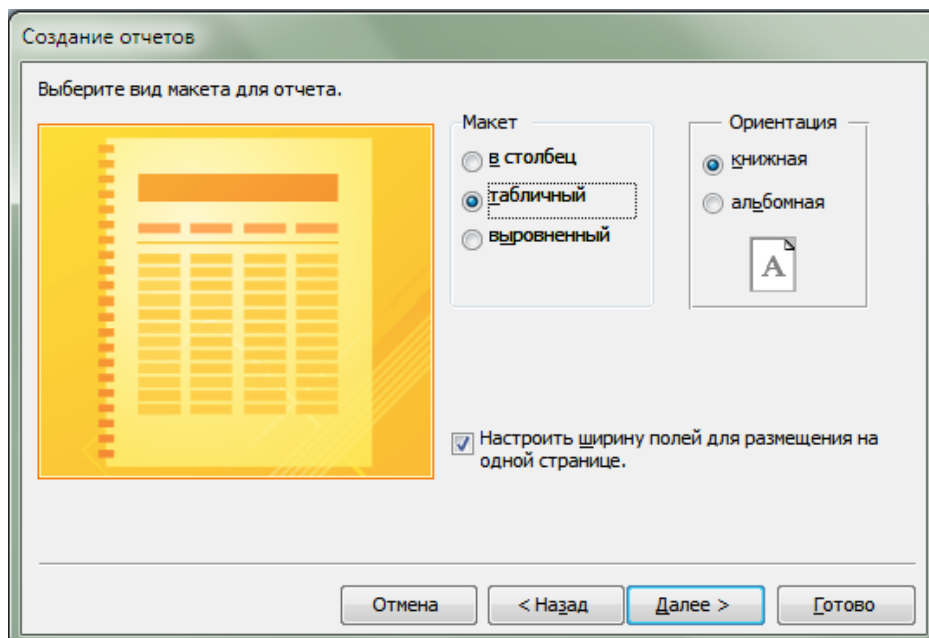

Рисунок 92 – Выбор *Вида макета и ориентации* отчета
6. Следом *Выберите вид макета и ориентацию* вашего отчета (рисунок 92).